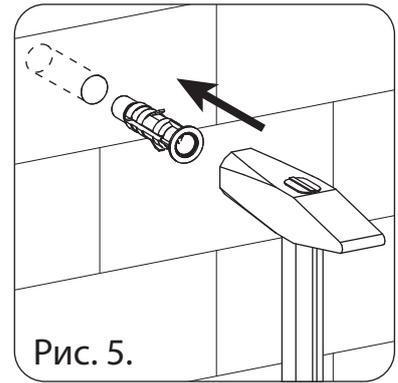

Рис. 5.
3. Сдвинув петлю, полностью освободите составный части (см. рис. 5).